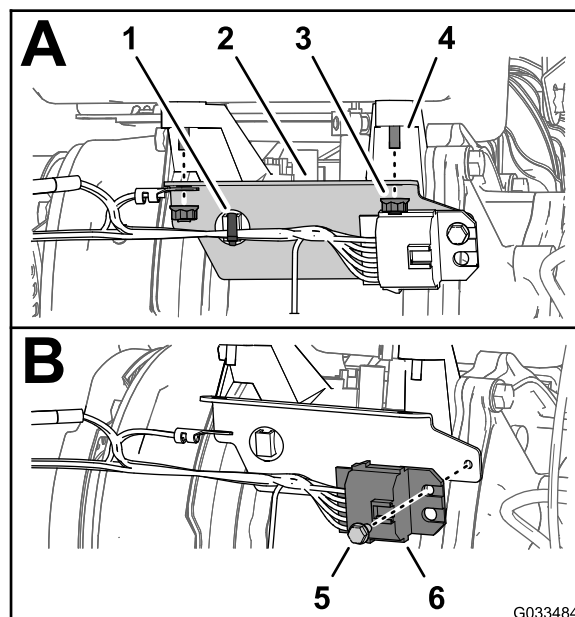

图7
- A. 在发动机背面，取下将联锁模块线束固定至线束支架的扎带（图7 中的 A）。
- B. 卸下将线束支架固定到发动机的 2 颗螺母（图7 中的 A）
- C. 卸下将联锁模块固定至线束支架的凸缘头螺栓（10-24 x 3/8 英寸）（图7）。